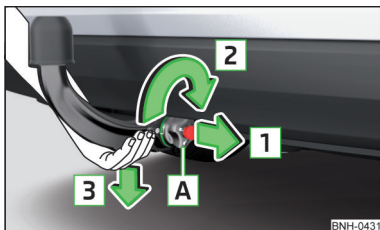

Fig. 120
- Prindeți tija cuplei din partea de jos » fig. 120.